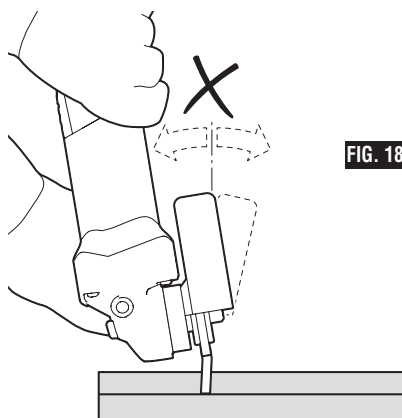

FIG. 18
4. No ejerza presión lateral sobre el disco de corte. No incline ni oscile la herramienta, ya que puede que la rueda reviente (Fig. 18).